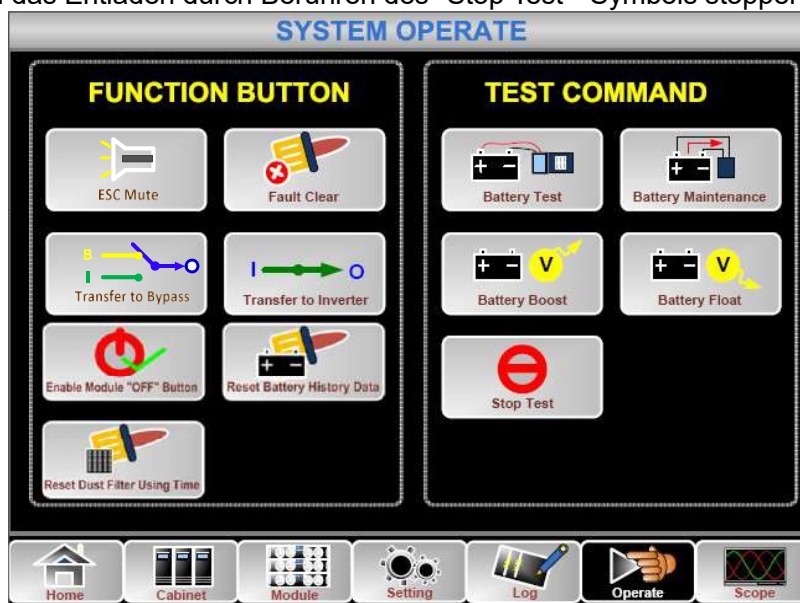

Abbildung 5-2 Batteriewartung
- 1) Manueller Entladetest. Rufen Sie das Menü Bedienen auf, wie in Abbildung 5-2